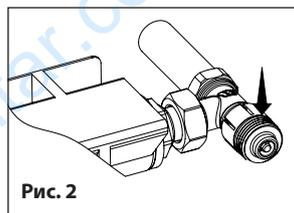

Рис. 2
- 2 - Снимите стопорное кольцо, высвободив зубцы (Рис.2)